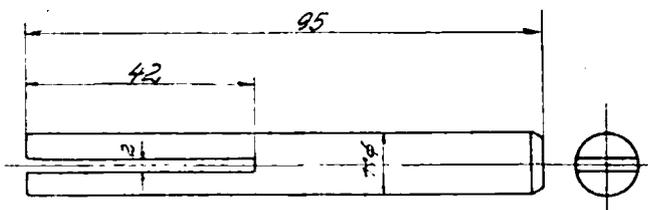

Bild 236. Selbstanzufertigender Dorn zum Einsetzen der Sicherungsscheibe für Zündschlüssel NZ 350
1. Aus Rundstahl 11 mm  $\varnothing$  95 mm langen Dorn laut Bild 236 anfertigen.